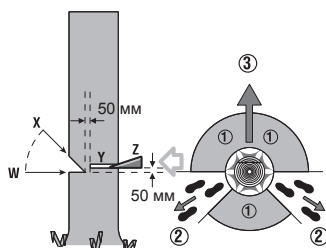

Рисунок 1
Сделайте надрез на 1/3 диаметра дерева перпендикулярно направлению падения, как показано на рис. 1. Сначала сделайте нижний горизонтальный надрез (W). Это поможет избежать защемления пильной цепи или направляющей шины при выполнении второго надреза (X).
Сделайте обратный пропил (Y) горизонтально, не менее чем на 50 мм выше горизонтального надреза, как показано на рис. 1. Делайте обратный пропил так, чтобы оставалось достаточно древесины для удержания дерева. Непропиленная часть удерживает дерево от скручивания и падения в неправильном направлении. Не прорезайте ее.